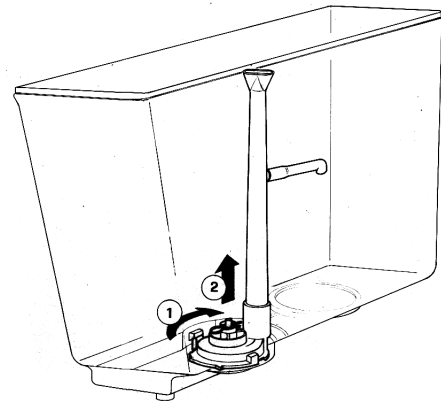

figure 4
- 2 - **Lignes HT11 - HT20PS:** enlever le groupe de la pompe du réservoir en le tournant dans le sens des aiguilles d'une montre (1) et en le tirant (2). Démontez le tube de refoulement et le tube à "L". Pour enlever la turbine et l'arbre du groupe de la pompe, défilez la goupille de fixation (voir figure 4).